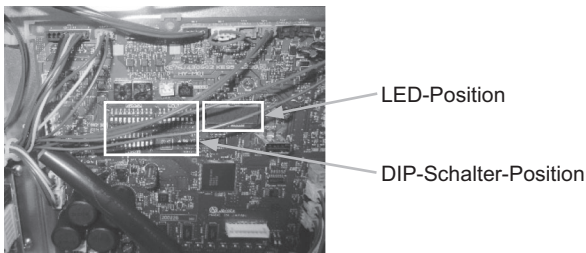

Abbildung 1 Automatisches Entlüftungsventil
*1. Bauen Sie ein automatisches Entlüftungsventil am höchsten Punkt jeder Zweigleitung vom HBC ein (an zwei Stellen am höchsten Punkt der Rücklaufleitung vom Neben-HBC, und an sechs Stellen am höchsten Punkt der Rücklaufleitungen von den Innengeräten). (Siehe Abbildung 1.)